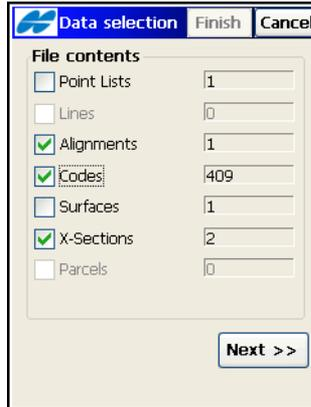

Abbildung 5-17. Importieren aus LandXML
1. Wählen Sie im Fenster *Datenauswahl*, welche Datentypen Sie aus einer Datei importieren möchten (Abbildung 5-17).